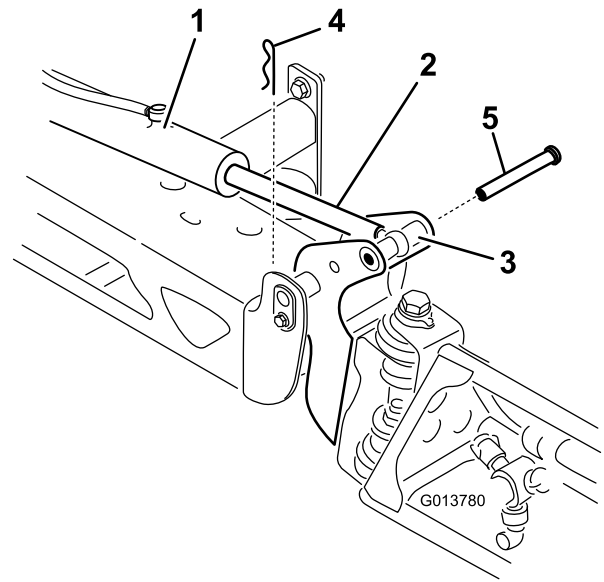

Bild 63
2. Nehmen Sie den Splint vom Lagerbolzen ab (Bild 63).
3. Heben Sie den Ausleger an und nehmen Sie den Stift ab (Bild 63), senken Sie den Ausleger dann langsam auf den Boden ab.
- Halten Sie den Ausleger fest und stecken Sie den Stift durch das Auslegerscharnier und die Aktuatorstange (Bild 63).